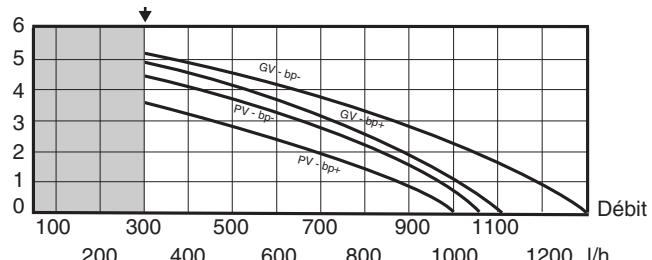

Abb. 16
- **PV**,(langsam), Kennlinien Abb. 16.